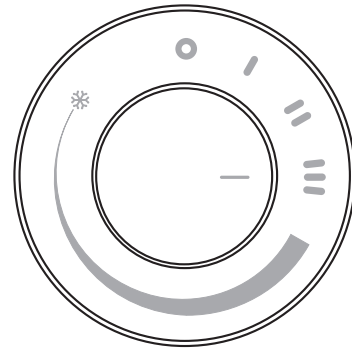

fig. 4
- Para activar la función POTENCIA MÁXIMA, gire el mando de tal forma que la referencia "I" quede alineada con el símbolo "III" del panel de mandos (Fig. 4).